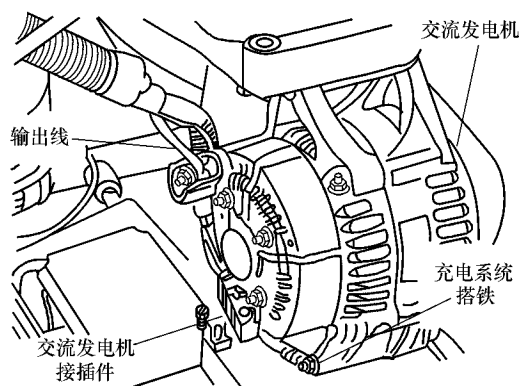

图 8-23 交流发电机输出电压信号
(1) 由于负荷变化或其它原因引起电源电压降低时,交流发电机输出电压信号就会向 ECU 发出输出电压过低的信号,见图 8-23。ECU 可通过开启步进电机,打开怠速控制阀,适量提高发动机转速,以保证交流发电机系统的正常供电,达到调节充电率的目的。